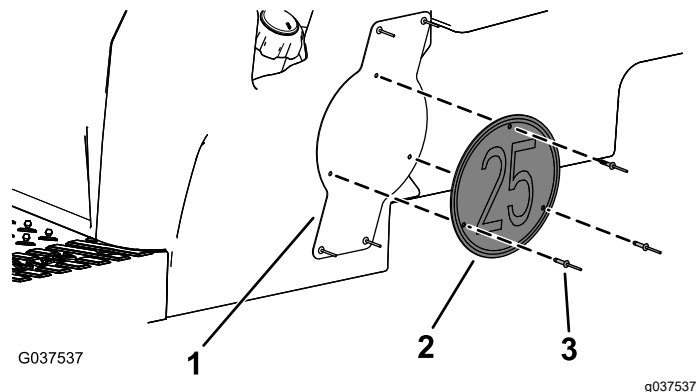

图 12
8. 如图 12 所示用 3 个弹伸铆钉 3/16 x 15/16 英寸将速度面板安装到底板安装支架上。